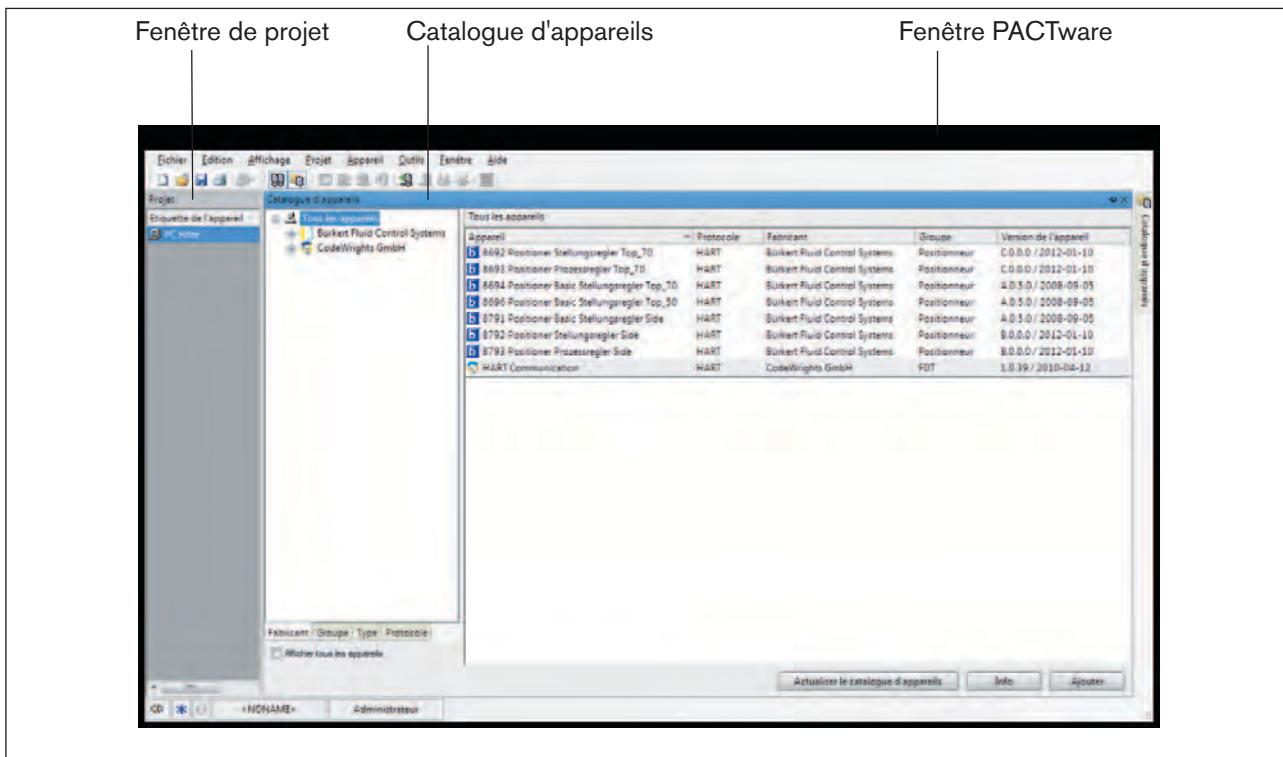

Figure 12 : Catalogue d'appareils avec DTM Comm HART et DTM d'appareils Bürkert
- après réouverture du catalogue d'appareils, les DTM d'appareils Burkert sont disponibles, voir « Figure 12 : Catalogue d'appareils avec DTM Comm HART et DTM d'appareils Burkert ».